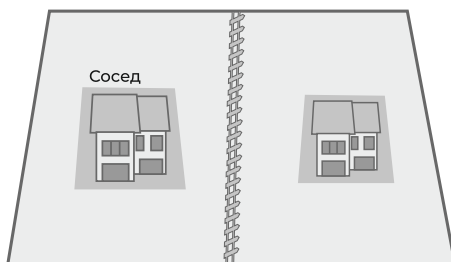

Рис. 21
5) Если магнитная полоса не установлена, установите физическую границу, не покрытую травой, шириной 5 см (рис. 21).